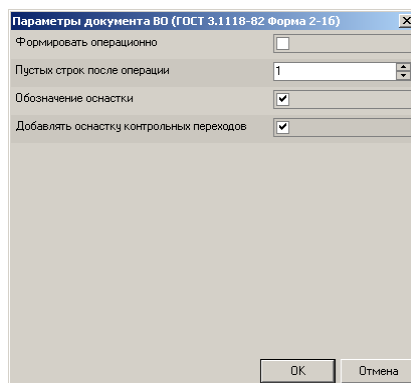

Рис.7
40. Установите курсор на строке с шаблоном *ВО (ГОСТ 3.1118-82 форма 2-1б)* и нажмите кнопку **Параметры**. Установите параметры ведомости оснастки так, как показано на рис. 7.